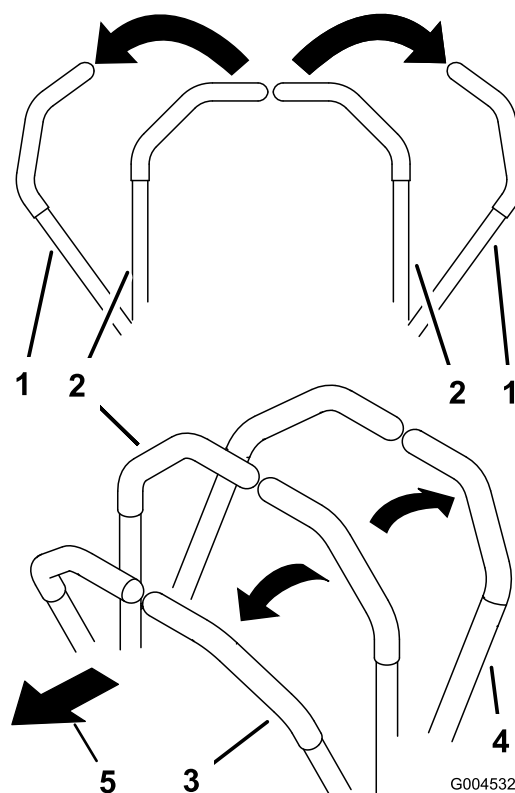

Figure 18
2. Pour vous déplacer en marche avant, poussez lentement les leviers de commande de déplacement vers l'avant (Figure 18).
Pour vous déplacer en ligne droite, appliquez une pression égale sur les deux leviers de déplacement (Figure 18).
Pour tourner, relâchez le levier de commande correspondant à la direction que vous voulez prendre (Figure 18).